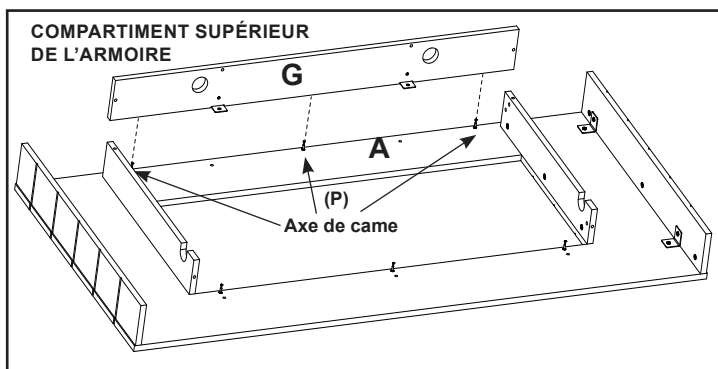

Figure 15
- Alignez les pièces « G » sur les trois (3) axes de came (P) installés sur la pièce « A ». Voir la figure 15.